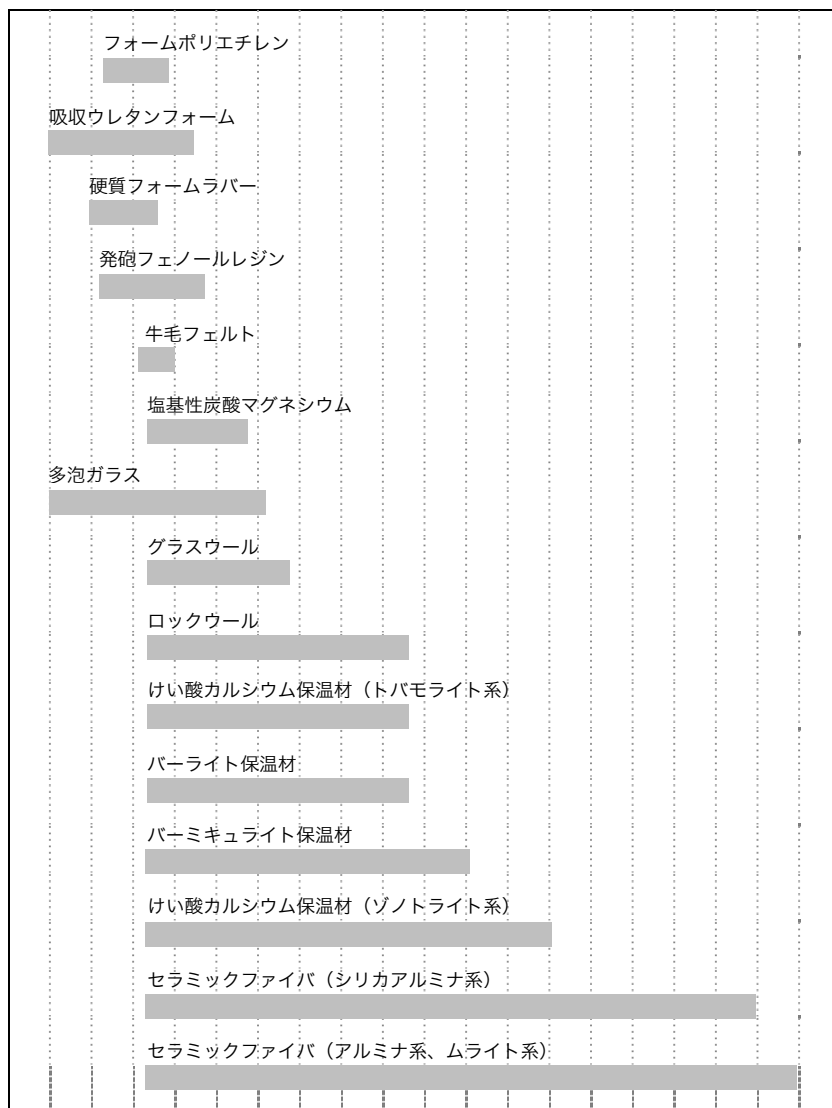

図 1. 各種保温・断熱材の種類と使用温度
対策技術 の概要	<p>1. 概要</p> <p>工業炉の用途としては、乾燥、加熱、熱処理、溶解他がある。一般に単一設備で大量のエネルギーが消費されるため、省エネの対象として重要な設備である。特に、化学、鉄鋼、金属製品製造、熱処理、食品などの大規模工場では、工業炉の省エネ対策によって大きな省エネ効果が期待できる。</p> <p>工業炉では、炉壁の断熱を十分に行い、放散熱量を低減することが重要である。炉壁からの放散熱量は炉体の表面温度が決まれば大体決まるが、炉壁の形状や大きさ、塗装の色、周囲の風の有無に影響される。炉壁からの放散熱量は、周囲空気の対流によって放散される熱量と放射によって放散される熱量からなり、その合計量は一般的に炉の熱エネルギー全体の2～10%程度程度（注1）である。</p> <p>炉壁外面の基準温度（現時点で達成すべき温度）、目標温度（将来的に達成してほしい表面温度）を補足説明欄に示すので、参考にしていただきたい。</p> <p>2. 工業用断熱材</p> <p>炉体外壁に使用される断熱材は、炉の構造や外壁温度に応じて材料選定する必要がある。省エネ効果を高めるには、熱伝導が低い材料を選ぶべきであるが、重量が問題になる場合は比重の小さいもの、保熱性を考える場合には比熱の大きなものを選ぶ必要がある。</p> <p>補足説明欄の図1に、各種保温・断熱材の使用温度範囲を示す。また、表2に炉体外壁用断熱材の代表例として、ロックウール、グラスウールの熱伝導率他の物性値を示す。</p>
計算方法	<p>1. 断熱材補強前の放散熱量 <math>Q_1</math></p> <div style="display: flex; justify-content: space-around;"> <div style="text-align: center;"> <p>対流熱伝達率 <math>\alpha_c</math> (<math>\text{W/m}^2\cdot\text{K}</math>)</p> <p>外壁表面の温度 <math>T_{s1} (^{\circ}\text{C})</math></p> </div> <div style="text-align: center;"> <p>放射熱伝達率 <math>\alpha_r</math> (<math>\text{W/m}^2\cdot\text{K}</math>)</p> <p>外壁表面の温度 <math>T_{s1} (^{\circ}\text{C})</math></p> </div> </div> <p>① 図1. 炉壁からの対流熱伝達率 伝達率の算定 保温不十分箇所の方向（上向、垂向、下向）、表面温度 <math>T_{s1}</math>、放射率 <math>\varepsilon</math> を求め、図1、図2より、対流熱伝達率 <math>\alpha_c</math>、放射熱伝達率 <math>\alpha_r</math> を導出する。 &lt;事例&gt; 上記計算条件の場合、<math>\alpha_c = 9.3\text{W/m}^2\cdot\text{K}</math>、<math>\alpha_r = 11.0\text{W/m}^2\cdot\text{K}</math></p>